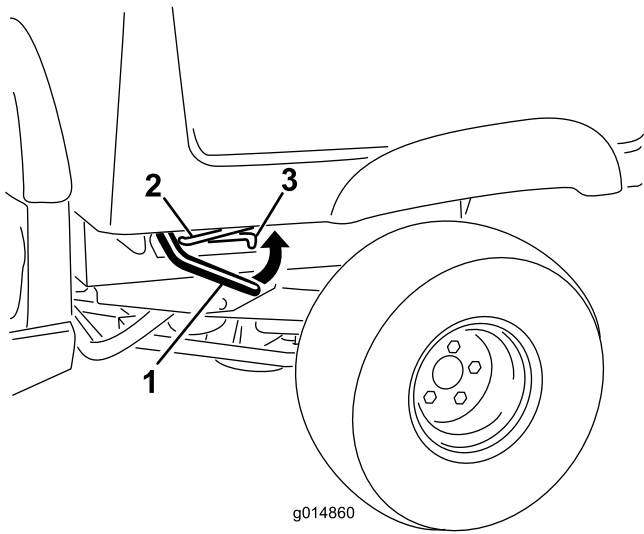

Figura 13
1. Com a alavanca em cada um dos lados, levante a caixa (Figura 13).
1. Levante ligeiramente a caixa de carga levantando a alavanca de bloqueio (Figura 13).